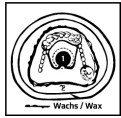

fig.2
- Fissare il modello con cera adesiva sulla base senza lasciare fughe. (fig 2)